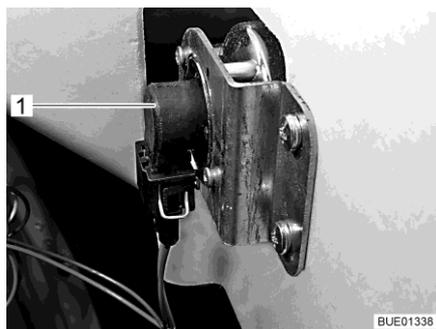

Fig. 161 Indicateur de direction
- Placer la main derrière le support de l'ampoule (Fig. 161,1).